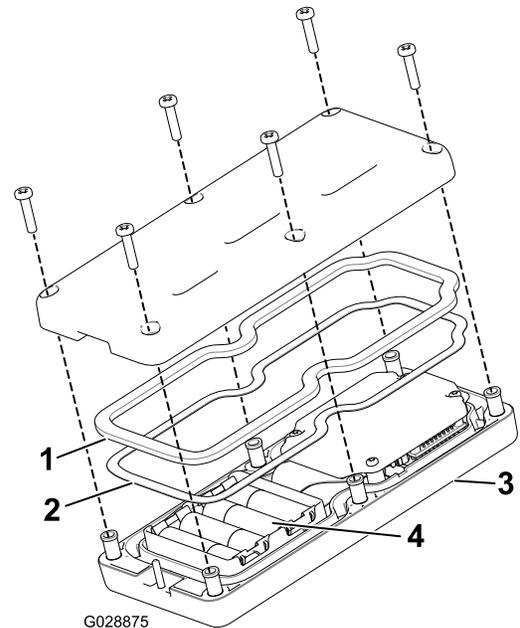

图 13
2. 将电池逐一放入电池端子仓位遵循正确的电池极性。(如果放置不正确遥控器不会发生损坏但遥控器无法操作。电池端子仓位分别带有正负极标志图 13。
3. 确保钢垫片和橡胶密封件正确放置于遥控器的槽内然后将后盖放回原位 图 13。
4. 用 6 个螺丝固定后盖 (图 13) 上紧螺丝扭矩至 1.51.7N·m。